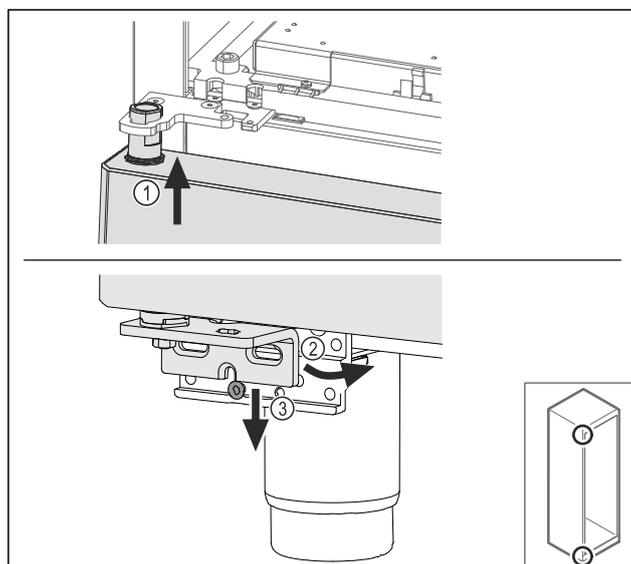

Fig. 68
- Περάστε επάνω την πόρτα υπό ελαφρά κλίση Fig. 68 (1), ευθυγραμμίστε την πόρτα Fig. 68 (2) και τοποθετήστε την κάτω στη βίδα του στηρίγματος Fig. 68 (3).